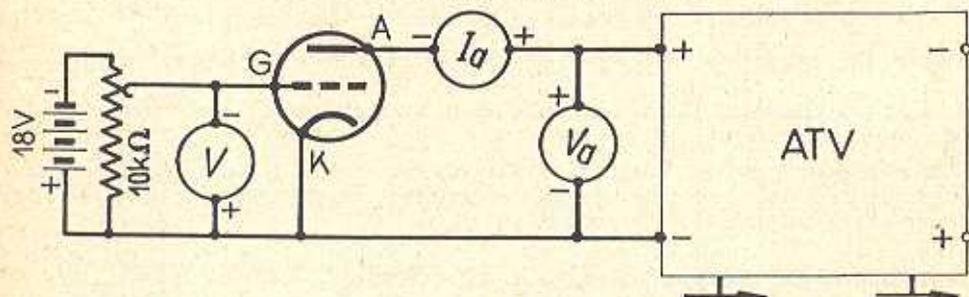

FIG. 3. — Relevé d'une caractéristique  $I_a(V_a)$  pour une tension de grille négative.
a) *Montage* (fig. 3). — La grille doit être négative : une inversion de sa polarité provoque un courant grille excessif et la triode est mise hors d'usage.